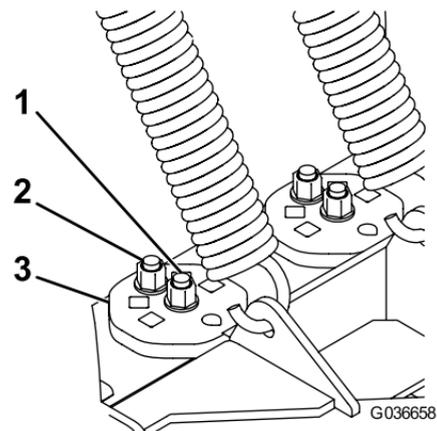

Figure 29
3. Sur les cames, retirez le boulon qui occupe le trou carré et desserrez le boulon situé au centre (Figure 29).